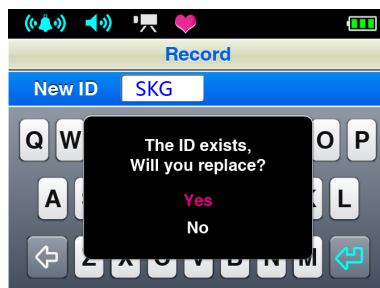

Figura 14. Finestra di dialogo per sostituzione ID esistente
- c** Se l’ID inserito è già esistente, viene visualizzata la finestra di dialogo come in figura 14. Fare clic su “Sì” e fare clic sul pulsante del menu per sostituire l’ID del menu esistente; allo stesso tempo iniziare a registrare e tornare all’interfaccia di misurazione. Scegliere “No” per tornare all’interfaccia “Inserimento ID”.